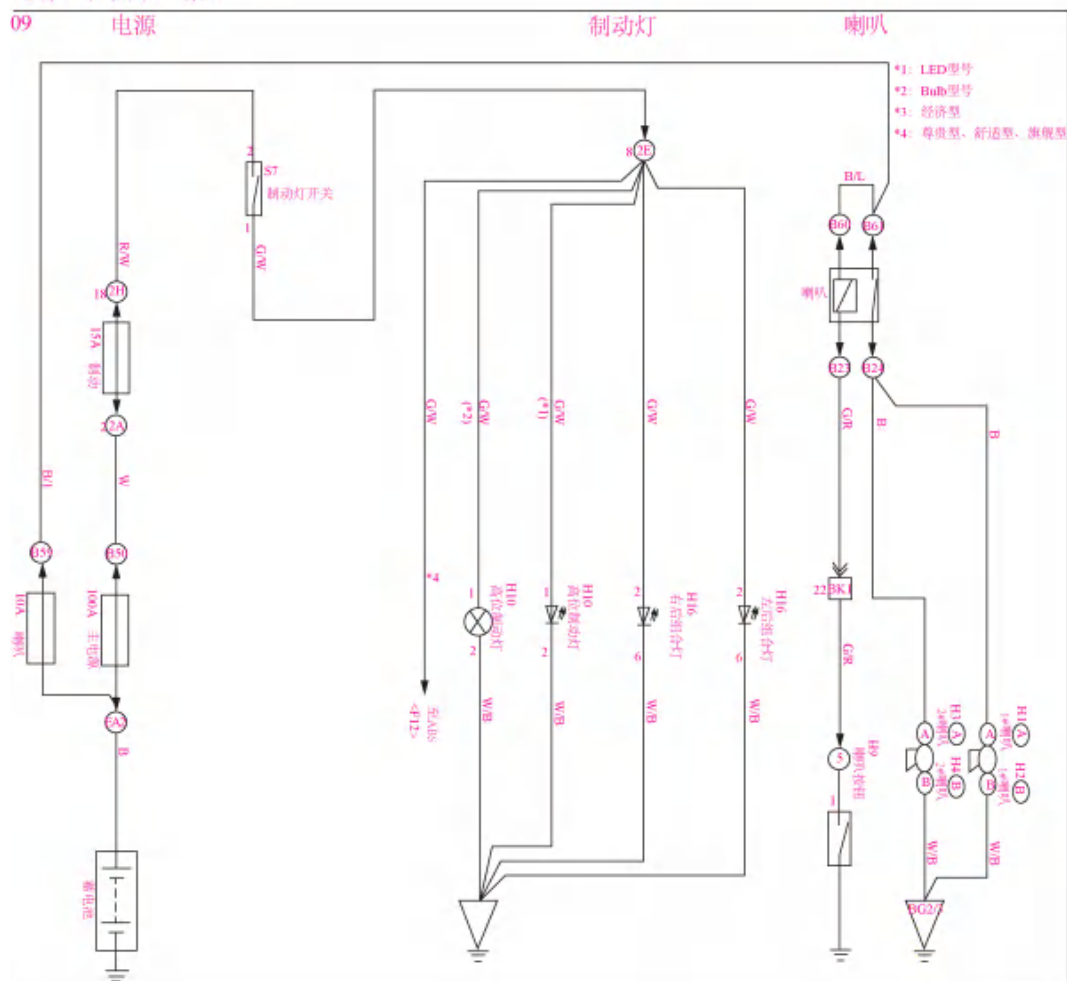

图 4-1-5 比亚迪 F3 制动灯电路
(2) 比亚迪 F3 制动灯电路, 制动灯不受点火开关控制, 如图 4-1-5 所示。